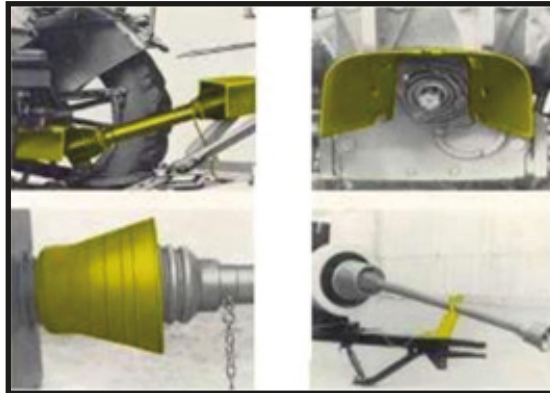

Figura 2- Soporte y cadena del protector del eje articulado
- Asegúrese de que el tubo protector del eje esté fijado de manera que incorpore las juntas de la protección y sea seguro contra la rotación (preferiblemente con una cadena). (Vea la Figura 2)